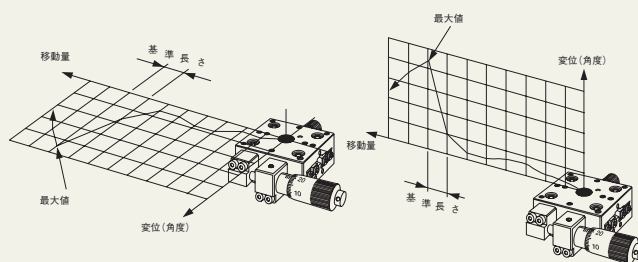

図2
③ヨーイング・ピッチング【図2】[JIS B 6191-1993 準拠]